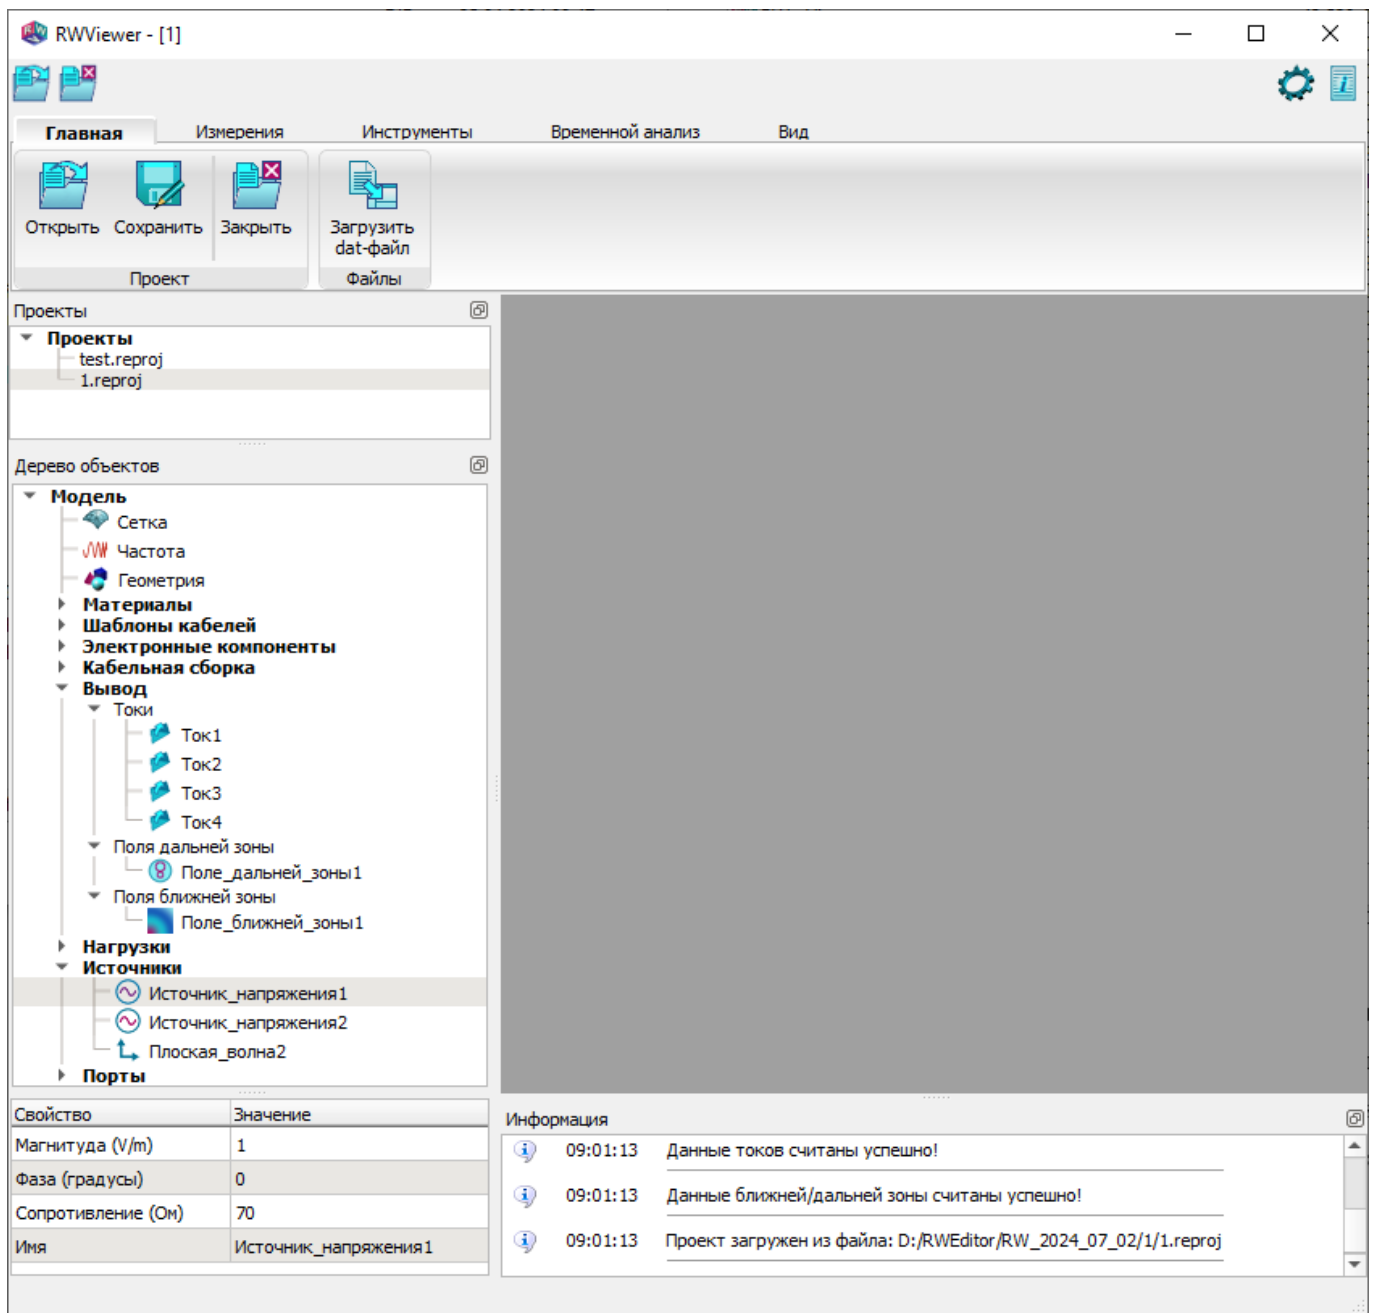

Рис. 202
18.4.2. Главное окно подпрограммы RWViewer с загруженным проектом показано на рис. 202.
Окна «Проекты», «Дерево объектов» и «Информация» являются встраиваемыми и по умолчанию располагаются так, как показано на рисунке (см. рис. 202). Встраиваемое окно может быть откреплено от главного окна в самостоятельное окно и перемещено либо на второй экран, либо расположено в главном окне на новом месте. Доступные места при перемещении встроенного окна будут подсвечиваться. Встраиваемые окна могут быть организованы в структуру с закладками.